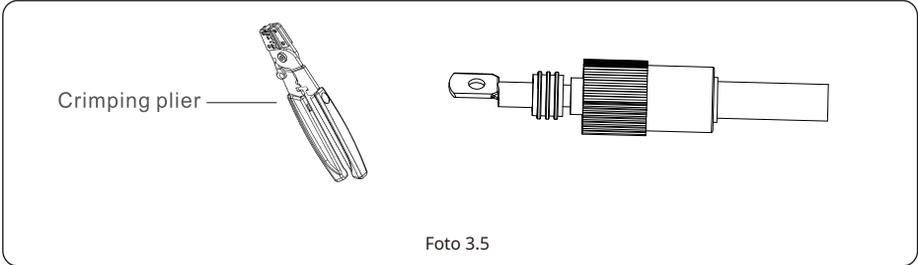

Imagen 3.3
a) Pase el cable a través del terminal (como se muestra en la imagen 3.3).